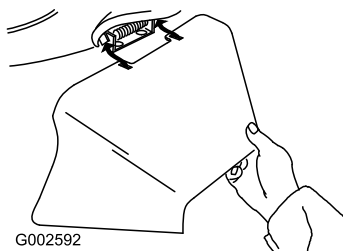

Figure 41
- Montez l'éjecteur latéral et rabattez le volet sur l'éjecteur (Figure 41).